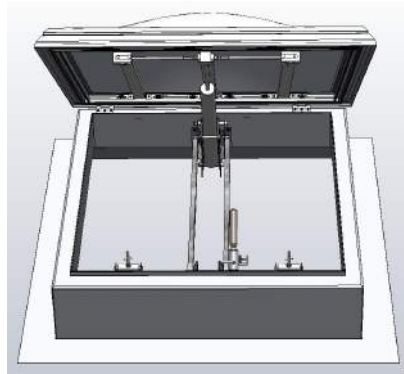

Рис. 2 Привод для противодымной вентиляции CO₂ в исполнении «Соло»
- В зависимости от размера проема может поставляться в исполнении «Соло» или «Тандем» (рис. 2, 3).